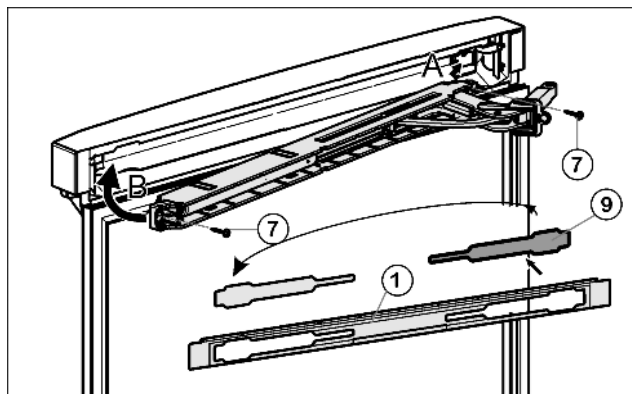

Fig. 17
- Staccare la copertura Fig. 17 (9) dal pannello Fig. 17 (1) e inserirlo di nuovo sull'altro lato.
- Agganciare l'unità dell'ammortizzatore di chiusura con lo snodo nel lato cerniera (A) e orientare verso l'interno (B).
- Avvitare l'unità dell'ammortizzatore di chiusura (2 x Torx® 15) Fig. 17 (7).